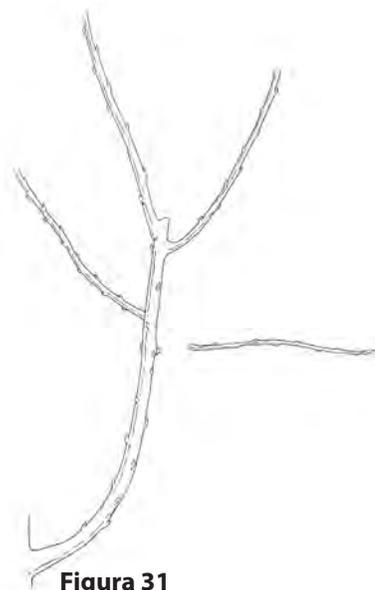

Figura 31
- En los árboles sobre portainjertos semivigorosos, retenga varias ramas de vigor medio y quite las más delgadas y débiles (Figura 31).